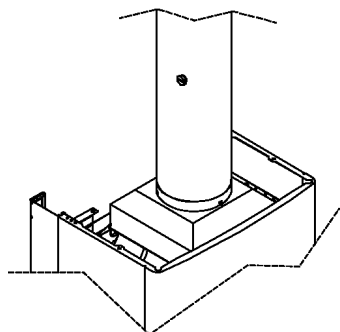

Рис. 2.20
- На прямолинейном участке трубы, на расстоянии не ближе 250 мм после выхода из вытяжного зонта (как предписано действующими нормативами – рис. 2.20) проделайте отверстие;